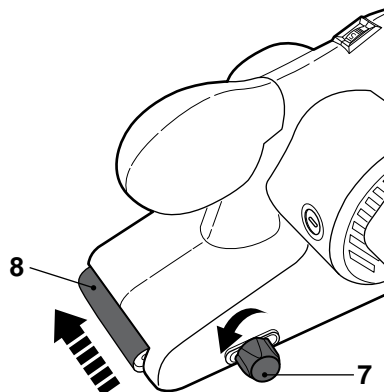

Fig. 5
- > Tournez le bouton de réglage de la bande [7] dans le sens antihoraire pour amener la bande abrasive [8] vers la gauche (Fig. 5).